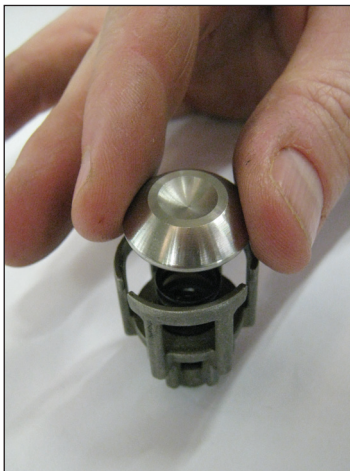
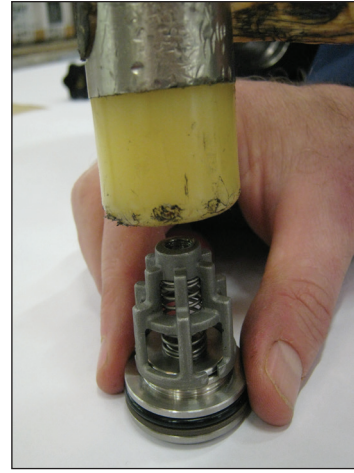

图24
图25
1. 组装吸油和输油阀组(图24，图25)时，注意切勿混淆先前拆卸的吸油和输油弹簧：